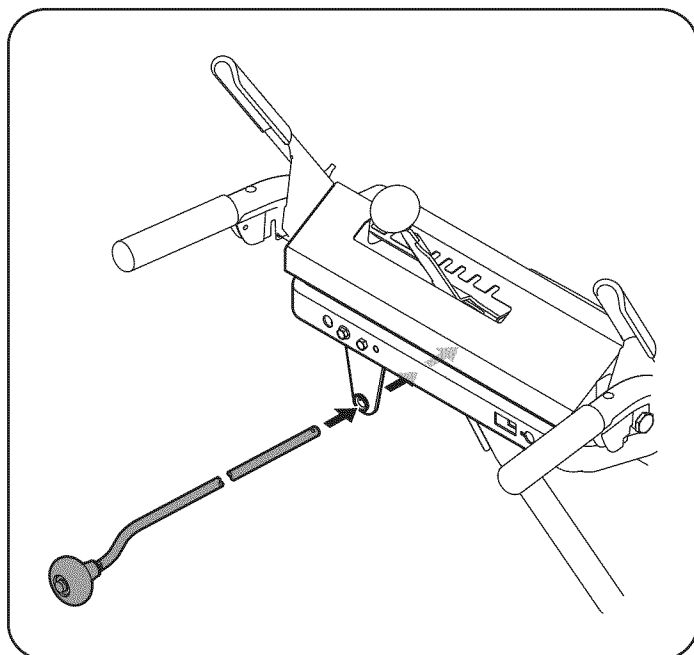

Figura 7
8. Insertar el control direccional del canal en el soporte de apoyo en la parte trasera del tablero de instrumentos. Véase la Figura 7.